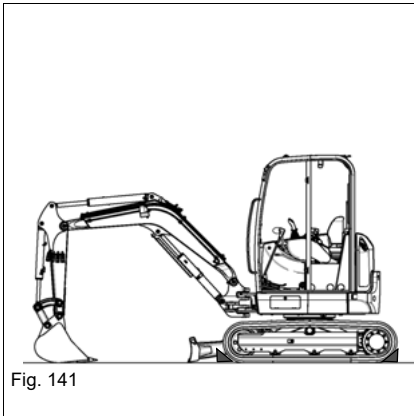

Fig. 141
10. Placer des cales pour empêcher que la machine se déplace (voir la Fig. 141).